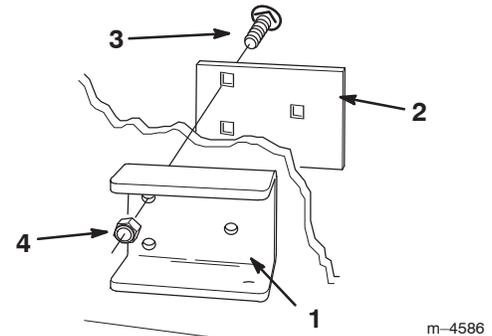

Figure 5
6. Fixer le support de barre latérale au côté de l'unité de traction à l'aide de la contre-plaque, de trois boulons de carrossier et de trois écrous (Fig. 5).